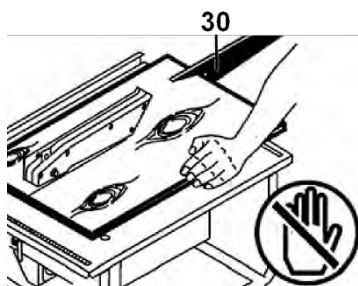

Рисунок 14
- Положите один конец заготовки на рабочий стол, прижмите ее к параллельной направляющей, которая отрегулирована для заданных ширине и угле распиливания и начните подачу заготовки к пильному диску с помощью толкателя 30 (рисунок 14).